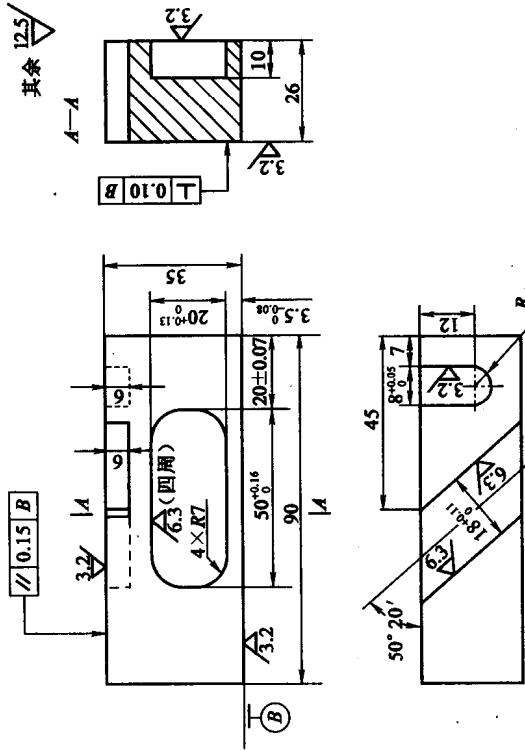

图 3—2—1
1. 通常直角沟槽有_____槽、_____槽和_____槽三种形式。请指出图 3—2—1 中各直角沟槽属于哪种形式。